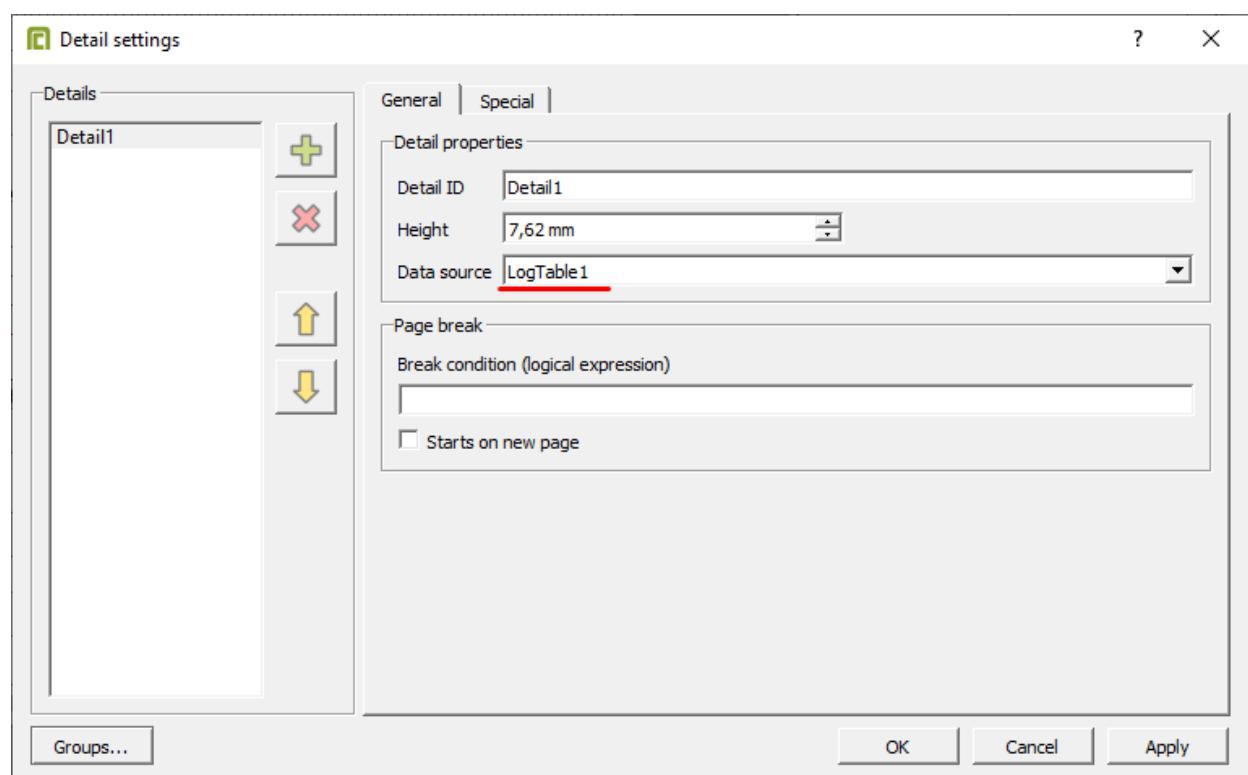

Рисунок 143 - Настройки Detail
5. В настройках Details выберите источник данных (Рисунок 143).